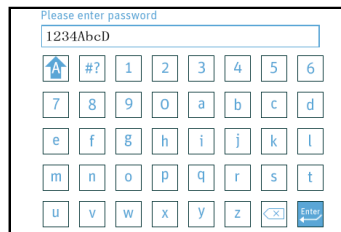
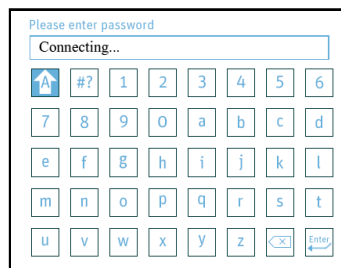

Fig. 16-10
Fig. 16-11
(4) După ce a fost găsită rețeaua WiFi dorită, apăsați **butonul rotativ** . Rotiți **butonul rotativ**  pentru a selecta această rețea WiFi. Apăsați **butonul rotativ**  pentru a accesa interfața de introducere a parolei WiFi. Parola are o lungime de cel puțin 8 caractere și poate conține litere mari și mici în limba engleză și cifrele 0 ~ 9, așa cum se arată în Fig. 16-10. După introducerea parolei, rotiți **butonul rotativ**  până când cursorul rămâne pe **tasta de confirmare**  ^{Enter}. Apăsați **butonul rotativ**  pentru a vă conecta la rețeaua WiFi, așa cum se arată în Fig. 16-11. În acest moment, utilizatorul nu trebuie să efectueze nicio operațiune și trebuie să aștepte 0 ~ 15 secunde pentru rezultatul conexiunii.